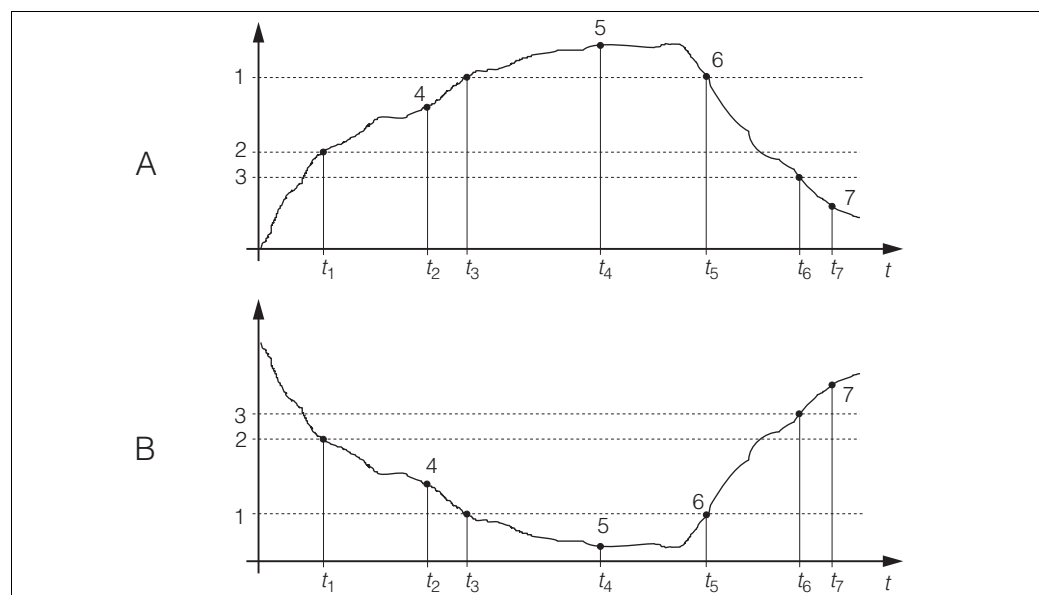

Fig. 25: Grafico delle funzioni di valore soglia e allarme
V. fig. 25 per una dettagliata rappresentazione grafica degli stati del contatto relè.